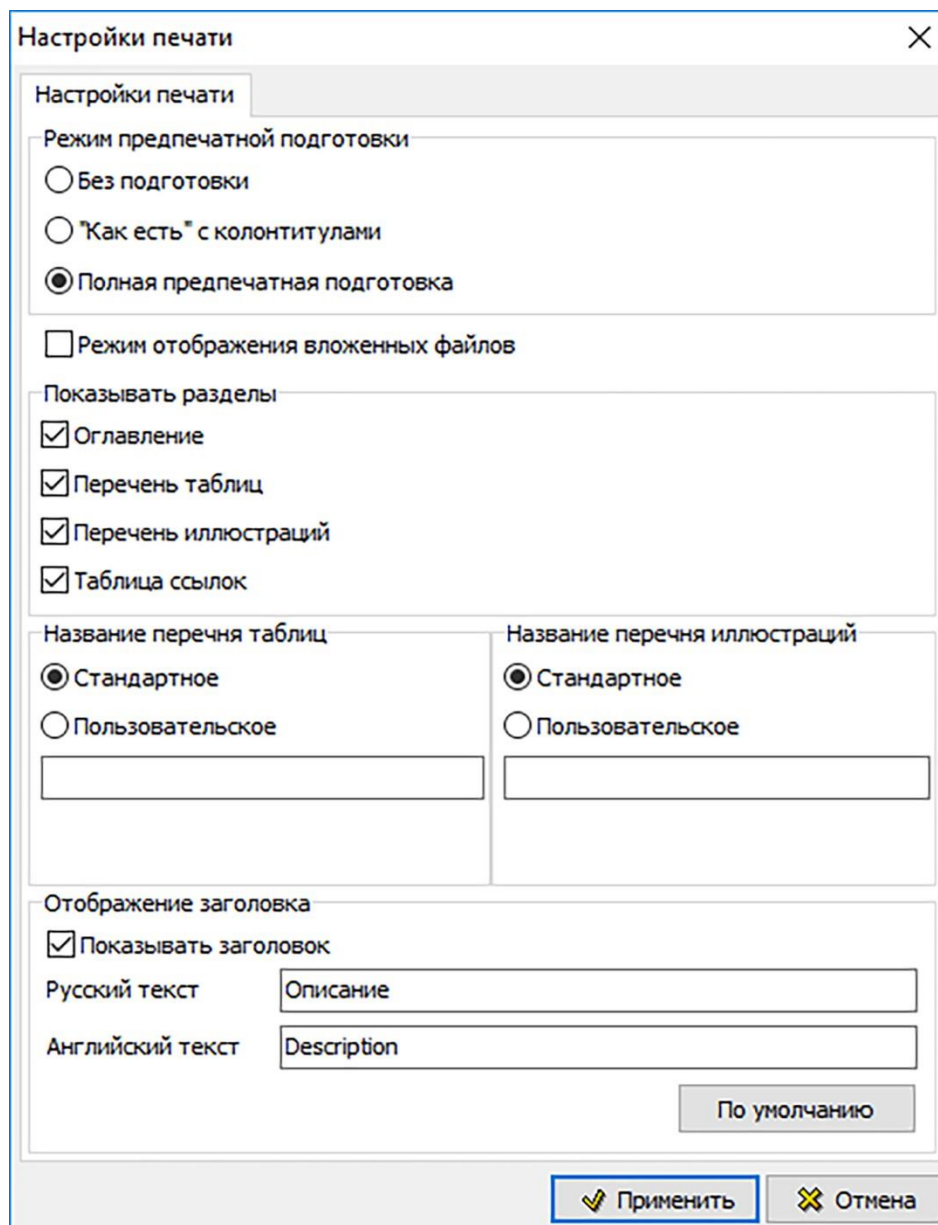

Рисунок 272
2) После этого откроется окно **Настройки печати** (рисунок 272).